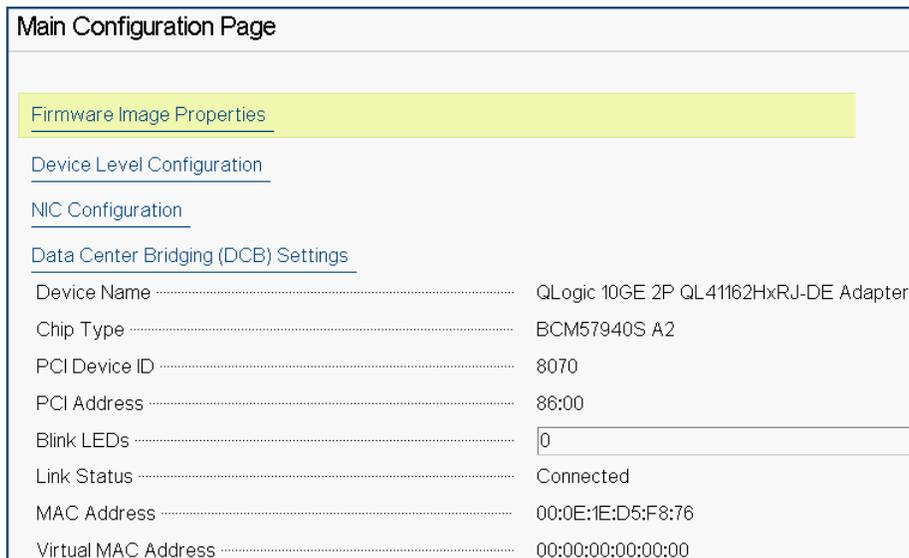
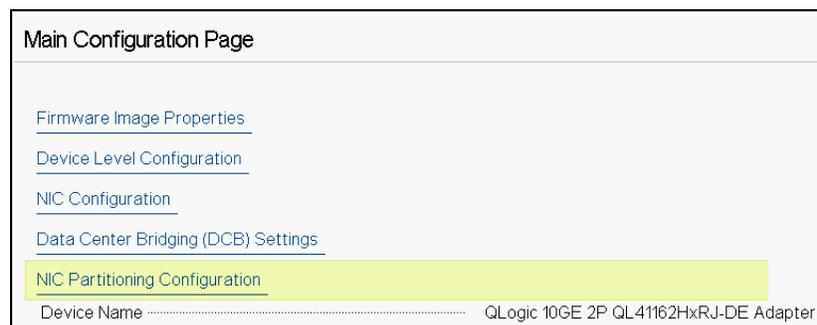

Abbildung 5-3. Hauptkonfigurationsseite
Abbildung 5-4. Hauptkonfiguration (Seite), Partitionierungsmodus auf NPAR setzen
Auf der Seite „Main Configuration“ (Hauptkonfiguration) (Abbildung 5-3) werden die Adapterverwaltungsoptionen dargestellt, mit denen Sie den Partitionierungsmodus festlegen können.
4. Legen Sie unter **Device Level Configuration** (Konfiguration auf Geräteebene) die Option für **Partitioning Mode** (Partitionierungsmodus) auf **NPAR**, um die Option **NIC Partitioning Configuration** (Konfiguration der NIC-Partitionierung) zur Seite „Main Configuration“ (Hauptkonfiguration) hinzuzufügen, wie unter Abbildung 5-4 dargestellt.
Auf der Seite „Main Configuration“ (Hauptkonfiguration) in Abbildung 5-3 und Abbildung 5-4 wird Folgendes angezeigt:
1. Wählen Sie auf der Seite „Main Configuration“ (Hauptkonfiguration) die Option **Device Level Configuration** (Konfiguration auf Geräteebene) (siehe Abbildung 5-3 auf Seite 44) aus und drücken dann auf die EINGABETASTE.
1. Wählen Sie auf der Seite „Main Configuration“ (Hauptkonfiguration) die Option **NIC Configuration** (NIC-Konfiguration) (Abbildung 5-3 auf Seite 44) und drücken dann auf **Finish** (Fertigstellen).